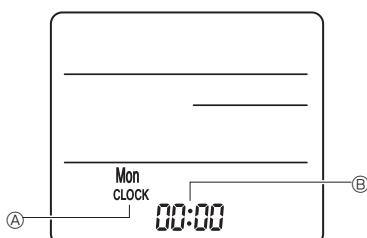

Fig. 6-8
3) Innstilling (klokkeinnstilling) (Fig. 6-8)
① Sett inn batteriene eller trykk på Ⓛ CLOCK-knappen med noe skarpt.